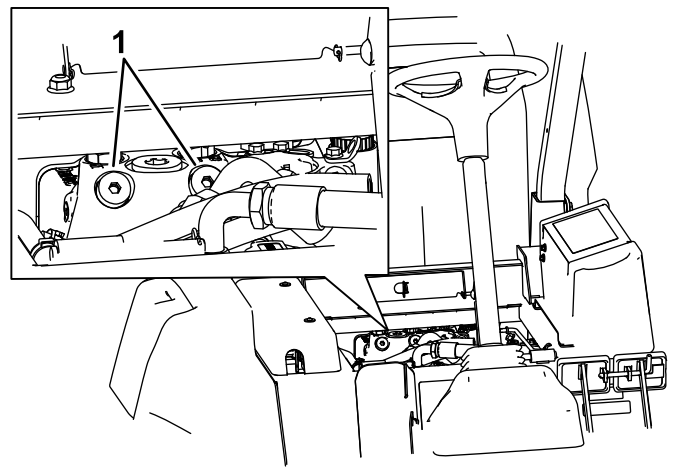

Bild 38
1. Klappen Sie den Sitz hoch und ermitteln Sie die Sicherheitsventile, die sich unter der Vorderseite des Kraftstofftanks befinden (Bild 38).